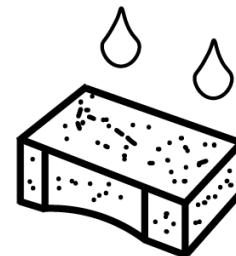

Abbildung 15
- Ölen Sie den Filter sorgfältig, Abb. 15.